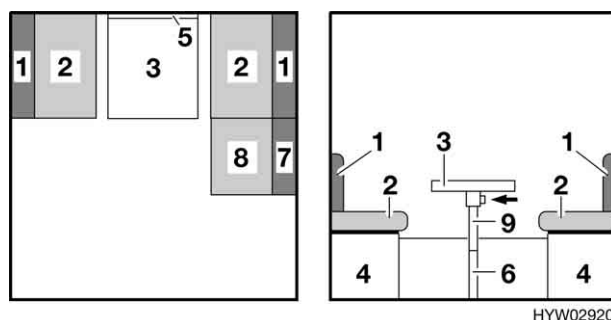
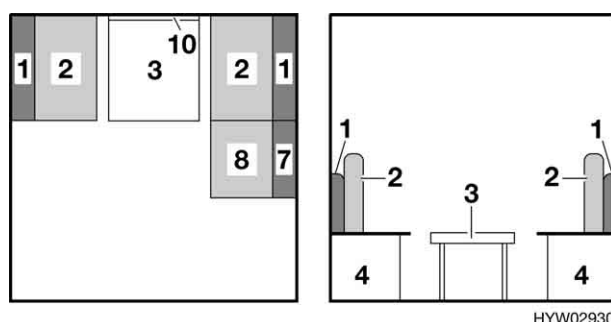

Fig. 51 Prima della trasformazione
Fig. 52 Durante la trasformazione
- Sistemare i cuscini del divano (Fig. 51,2).
- Sollevare leggermente il piano del tavolo in avanti (Fig. 51,3).
- Dal piede del tavolo estrarre verso il basso il piede ad innesto (Fig. 51,6) e riporlo.
- Sbloccare il piede del tavolo (Fig. 51,9) dall'elemento di fissaggio e ribartarlo verso l'alto sul lato inferiore del tavolo.
- Alzare il piano del tavolo (Fig. 52,3) di circa 45°, sollevarlo dalla guida di supporto superiore (Fig. 51,5) e mantenerlo ad un angolo di 45°.
- Agganciare il piano del tavolo nella guida di supporto inferiore (Fig. 52,10) con un angolo di 45° e deporlo sul pavimento con i puntelli.